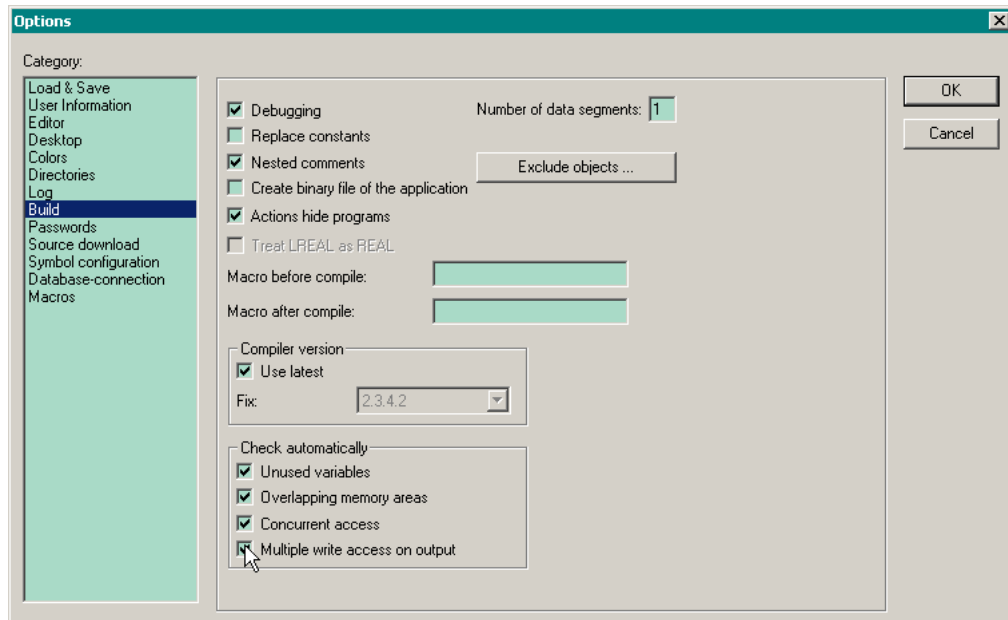

Рис. 7. Настройка параметров трансляции проекта IDE CoDeSys
2. В появившейся диалоговой панели **Options** выберите опцию **Build** и отметьте флажки, входящие в группу **Check Automatically**, как показано на рис. 7.